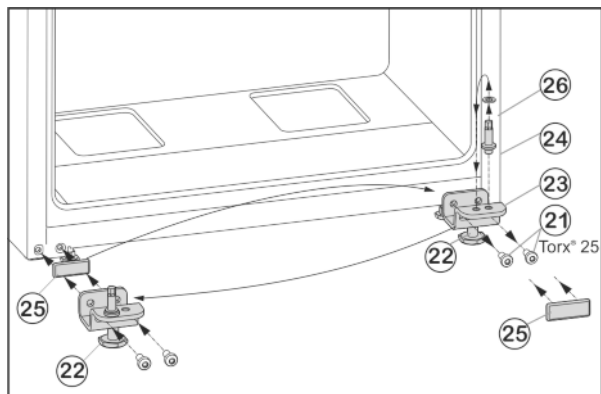

Fig. 9
- Svitare le viti di fissaggio Fig. 9 (21).
- Rimuovere completamente il cuscinetto di supporto inferiore Fig. 9 (23) con il perno del cuscinetto Fig. 9 (24), la rondella Fig. 9 (26) e il piede di regolazione Fig. 9 (22).
- Svitare completamente il perno del cuscinetto Fig. 9 (24) con la rondella Fig. 9 (26) spostarlo nel foro di inserimento situato sul lato opposto del cuscinetto di supporto e riavvitare saldamente.
- Estrarre con cautela la piastra di copertura Fig. 9 (25) e riapplicarla sul lato opposto.
- Riavvitare **saldamente (con una coppia di 4 Nm)** tutto il cuscinetto di supporto inferiore Fig. 9 (23) con il perno del cuscinetto Fig. 9 (24), la rondella Fig. 9 (26) e il piede di regolazione Fig. 9 (22) sul lato della nuova cerniera, eventualmente con l'ausilio di un avvitatore a batteria.
- Inserire la porta dall'alto sul perno del cuscinetto Fig. 9 (24).
- Svitare il piede di regolazione Fig. 9 (22) sul cuscinetto di supporto inferiore Fig. 9 (23) fino a quando non poggia a terra.